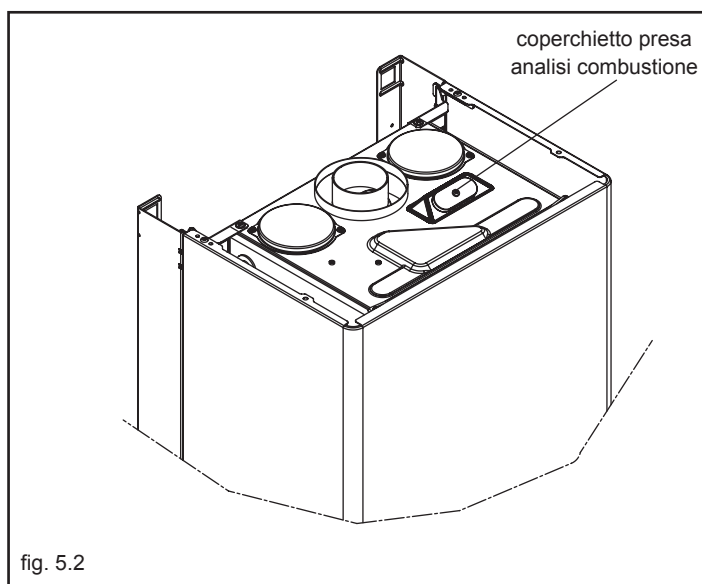

fig. 5.2
- rimuovere la vite, il coperchietto presa analisi combustione (fig. 5.2) e inserire le sonde